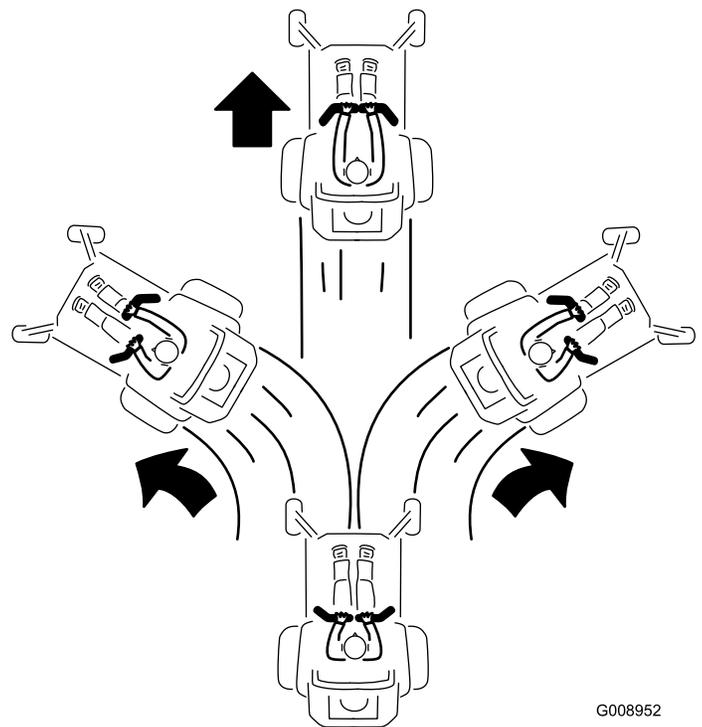

Рисунок 26
3. Щоб рухатись вперед, повільно натискайте на важелі керування рухом вперед (Рисунок 26).